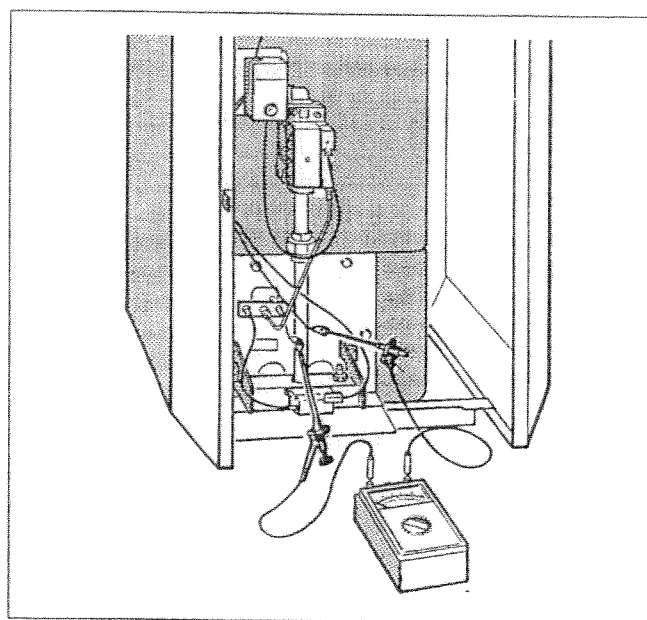

Fig. 37: Misurazione della corrente di ionizzazione
- Collegare lo strumento di misurazione al cavo di controllo e all'elettrodo di controllo in serie (Fig. 37). Sullo strumento di misurazione selezionare il campo di corrente continua in μA .